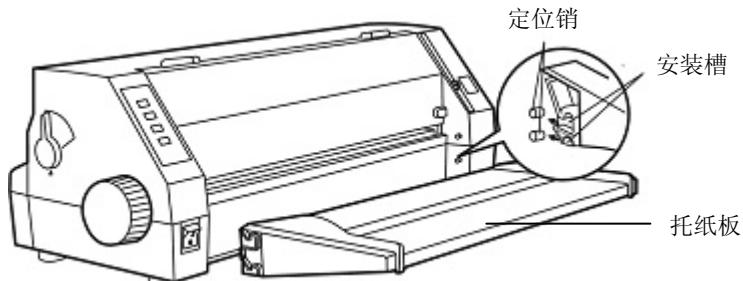

图 2-5 安装托纸板
- 双手握住托纸板两侧，将托纸板两侧的安装槽对准机壳内侧的定位销后，向前推进（如图 2-5 所示）。